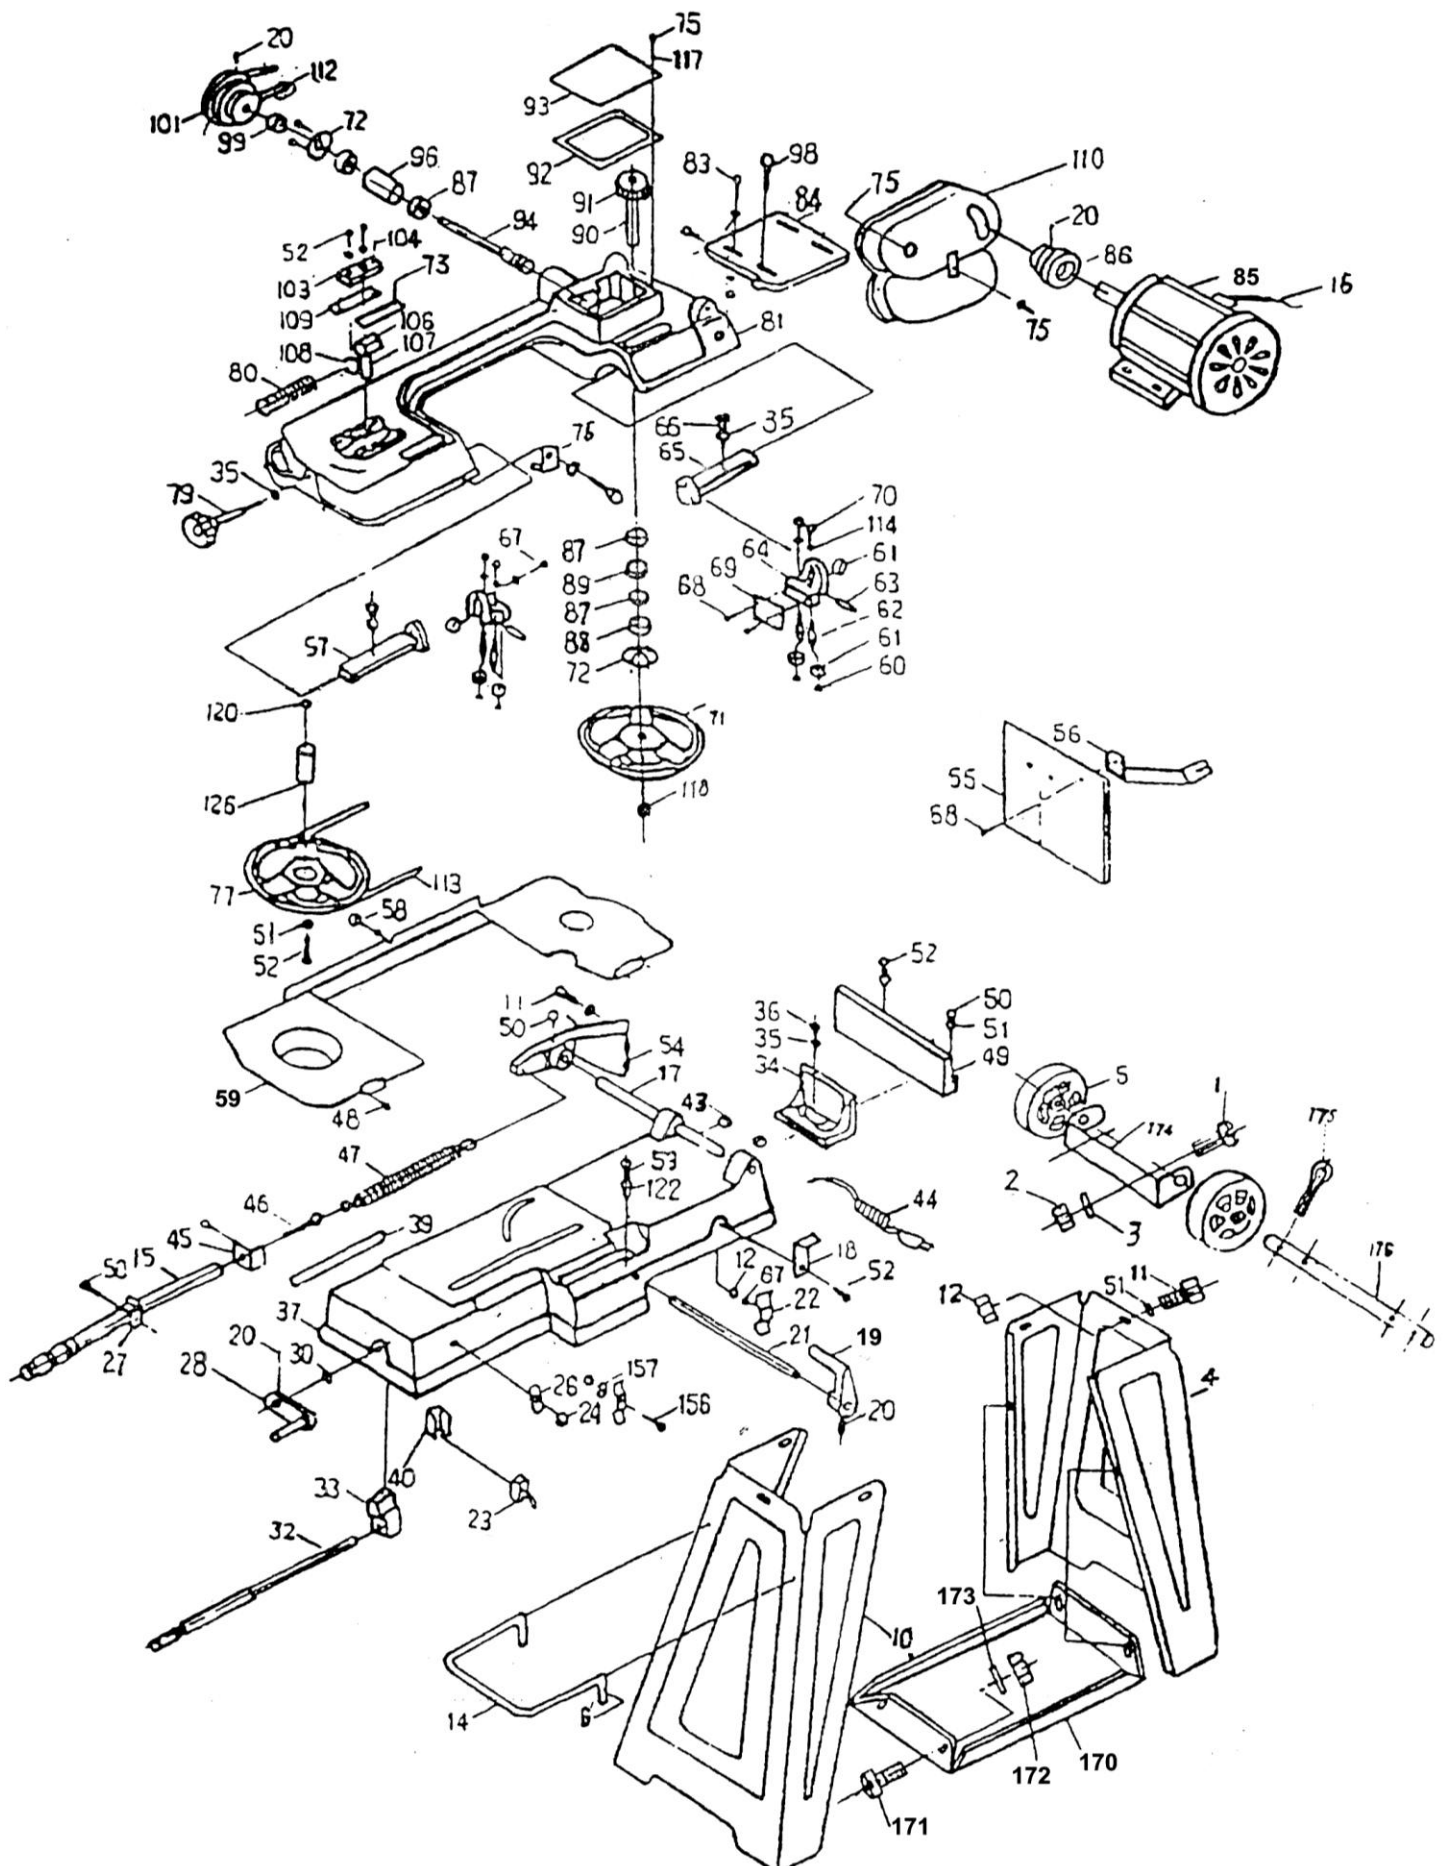

Рис. 1
**Детали сборки «Корвет 422» (Рис. 1)**